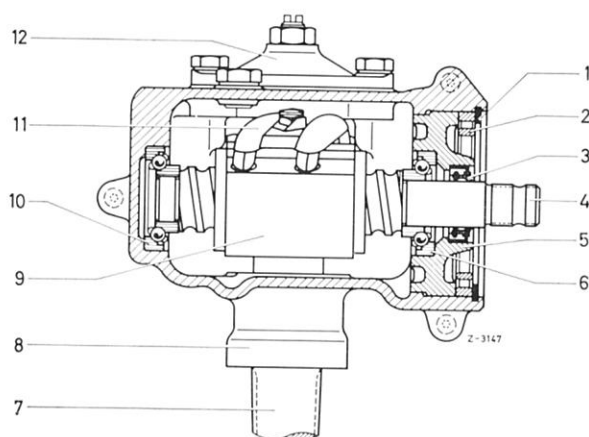

Bild 46-18/10
5 Wird ein zu geringes Drehmoment gemessen, ist das Axialspiel der Lenkschnecke nachzustellen. Dazu Sicherungsring (1) entfernen und nach dem Lösen des Gewinderings (2) Einstellring (5) mit dem Zapfenschlüssel (25) so weit anziehen, bis sich die Lenkschnecke noch leicht drehen läßt. Dann Gewinding mit dem Zapfenschlüssel 115 589 07 07 00 auf 18 bis 20 mkp festziehen und dabei Einstellring festhalten, damit sich die Einstellung nicht verändert. Jetzt das Drehmoment, das zum Drehen der Lenkschnecke notwendig ist, messen. Es soll 6 bis 7 cmkp betragen. Wird dieser Wert nicht erreicht, ist nach dem Lösen des Gewinderings die Einstellung des Einstellringes entsprechend zu verändern. Danach Sicherungsring einsetzen (Bild 46-18/10 und 46-18/11).